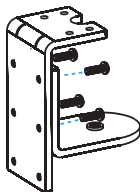

Abbildung 10
1. Lösen Sie die **Schrauben** (x4) von beiden Hälften der **Tischklemme** mit **Kreuzschlitzschraubendreher**. (Abbildung 10)